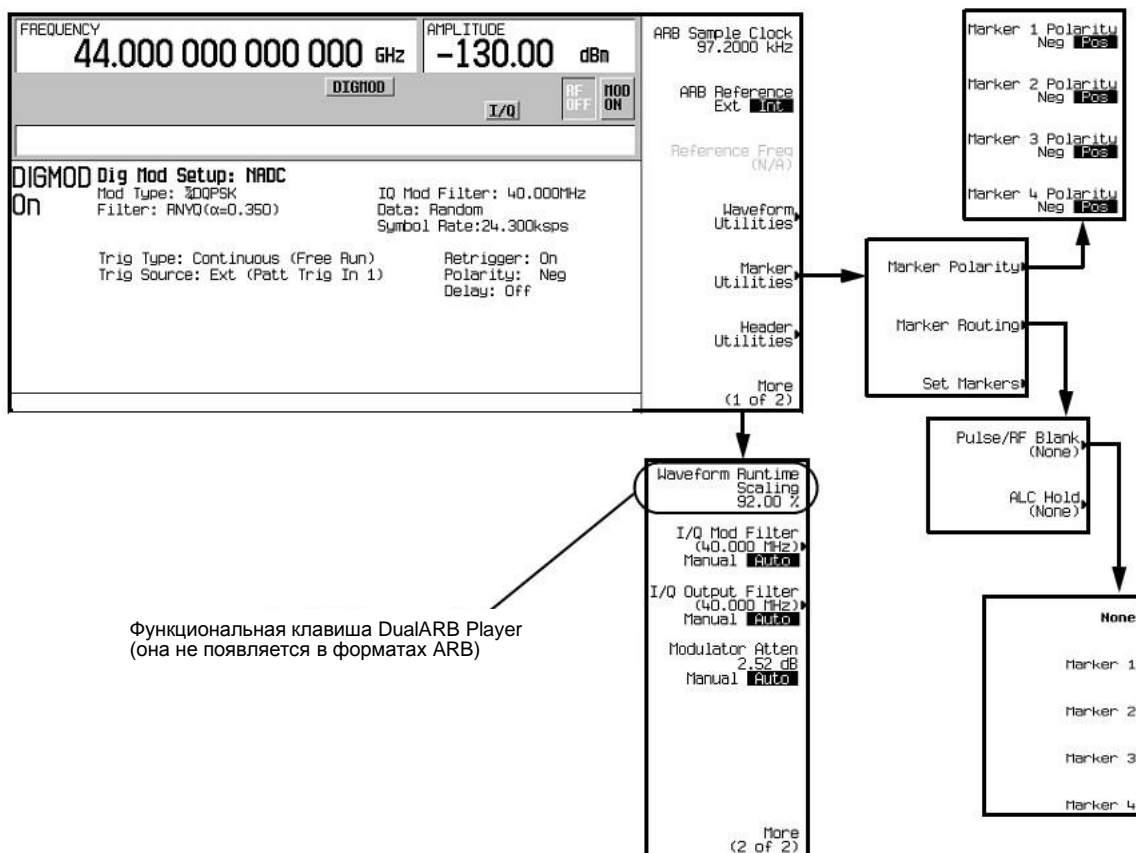

Рисунок 3-3. Меню функциональных клавиш ARB Setup и Marker Utilities
3. Вернитесь в меню ARB Setup. Для этого нажмите клавишу **Return**. В меню ARB Setup (Рисунок 3-3) вы можете изменить текущие установки параметров прибора. Рисунок 3-3 показывает также путь доступа к функциональным клавишам, которые используются в пунктах 4–9 данной процедуры.